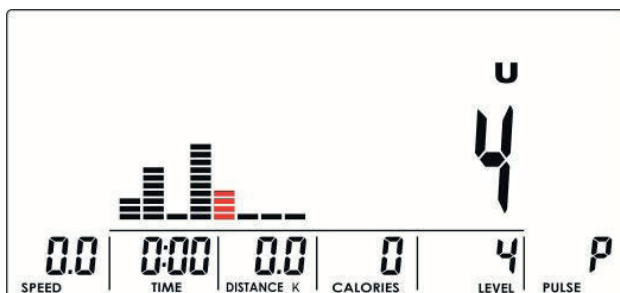

Abbildung 16
1. Wählen Sie das benutzerdefinierte Programm (U) aus und bestätigen Sie die Auswahl mit dem Encoder.
2. Legen Sie den Widerstand für die einzelnen Segmente mit dem Encoder fest und bestätigen Sie jedes Segment mit dem Encoder (Abb. 16).
① **HINWEIS**